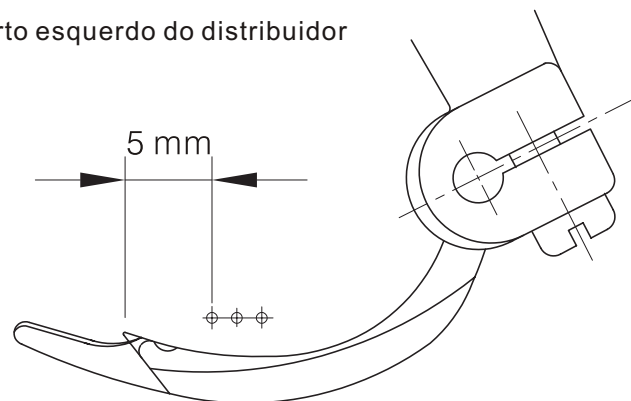

Fig. 73
3. Quando a gorjeta do distribuidor mexa ponto morto à esquerda, a gorjeta desta curva é de 5 mm do centro da agulha esquerda (Fig. 73)